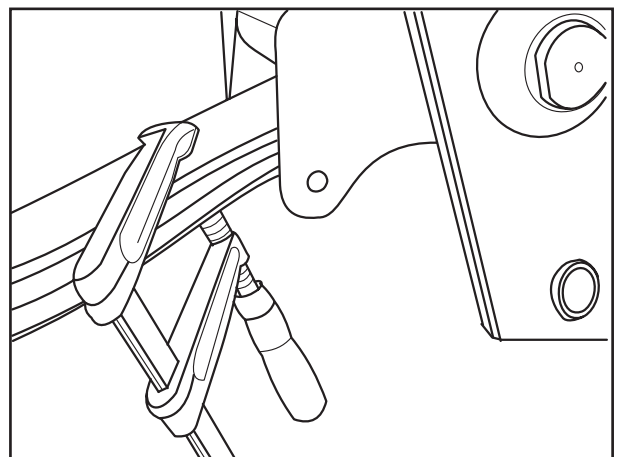

Fig. 15
- Bei Blattfedern mit Spannlagelage muss die Feder mit einer Schraubzwinde zusammengedrückt werden (Fig. 15).
- In the case of a spring with an additional leaf the spring must be clamped together (Fig. 15).
- En présence de ressorts avec lame anti-vibration l'ensemble des lames devra être comprimé à l'aide d'un serre joint (fig.15).